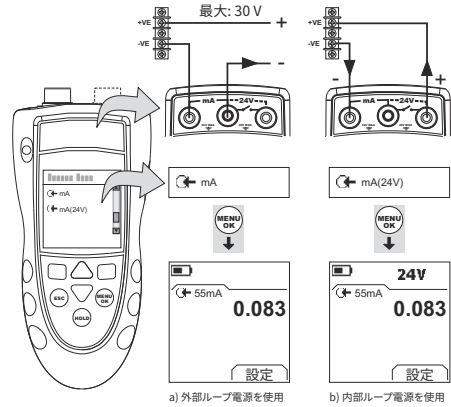

図 7: 構成例 - mA 測定
1. 本計器を接続し (図 7)、必要に応じてセットアップ (表 1) を調整します。
- DPI802/802P 使用時。計器を校正装置に接続します (図 7)。